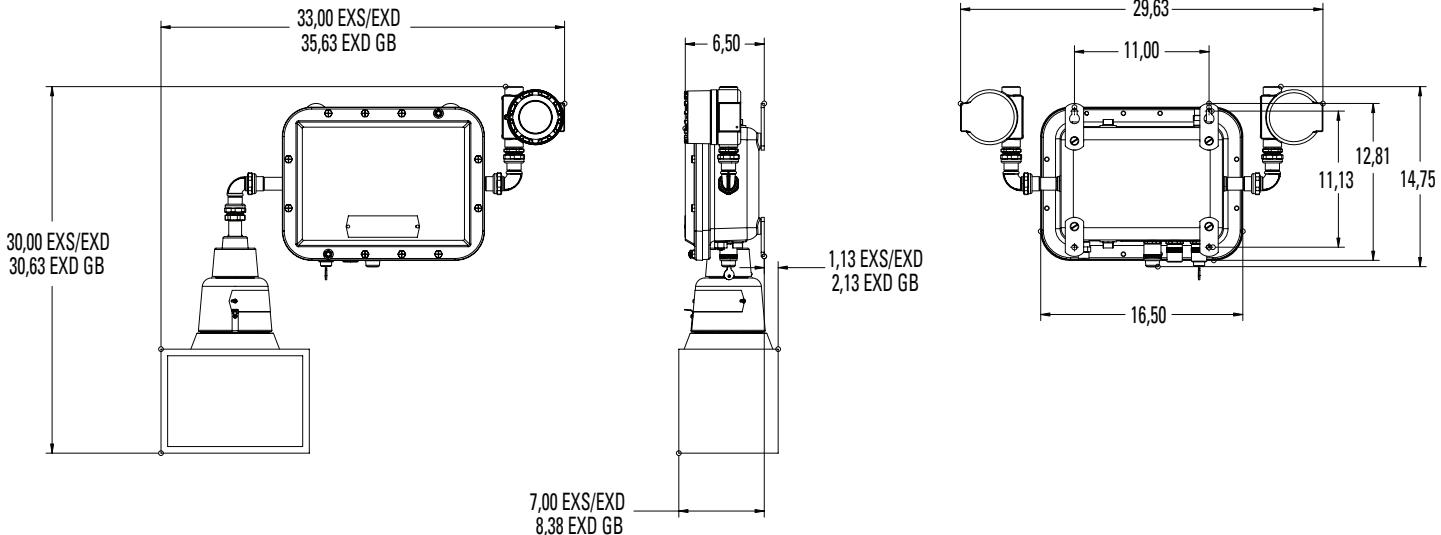

Figure 1. Dimension des systèmes ELPSM22 et ELPSM22 EXS/EXD
1. Choisir un emplacement d'installation qui sera assez résistant et rigide pour supporter le module d'alimentation et le matériel d'éclairage installés. La figure 1 montre l'encombrement et les dimensions de montage des quatre (4) pieds de montage.
4. Insérer le voyant dans le boîtier en s'assurant que le raccord réduit est vissé à au moins cinq (5) filetages complets.